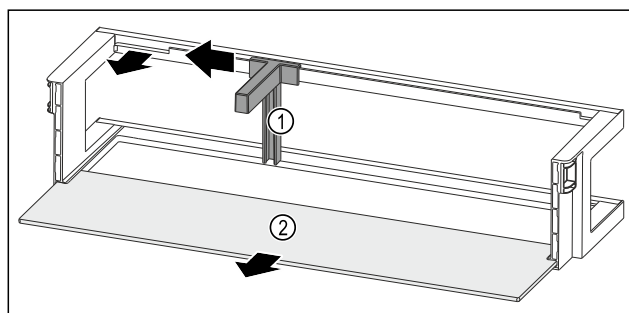

Fig. 229 Лотки на дверцятах із тримачем пляшок і полицю
- ▶ Пересунуть тримач пляшок Fig. 229 (1) убік до пазу.
- ▶ Вийміть тримач пляшок Fig. 229 (1).
- ▶ Дістаньте полицю Fig. 229 (2).